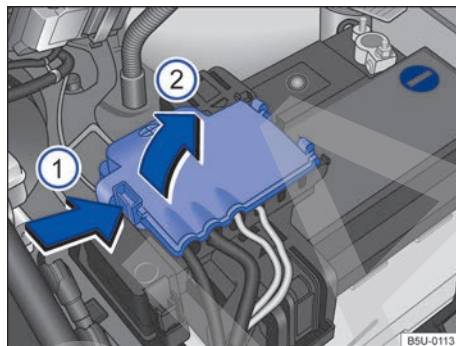

Fig. 177 Compartimento del motor: acceso al terminal positivo de la batería.
- Abrir la cobertura del polo positivo. Para abrir, presionar la traba en el sentido de la flecha → fig. 177 ①, plegar la cobertura hacia el costado en el sentido de la flecha ②.